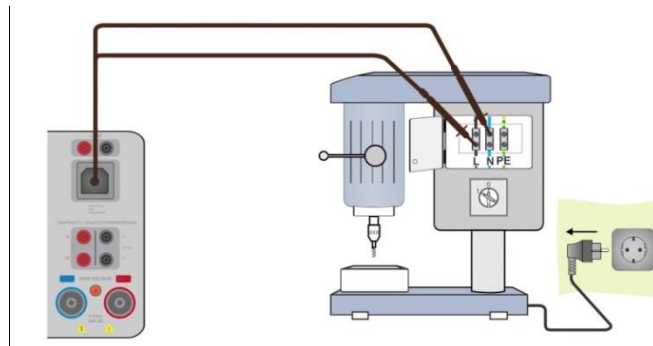

Abbildung 6.148: Messung Entladezeit
- › Verbinden Sie das Restspannungskabel mit dem Instrument und mit dem zu prüfenden Gerät (DUT), siehe **Abbildung 6.148**.